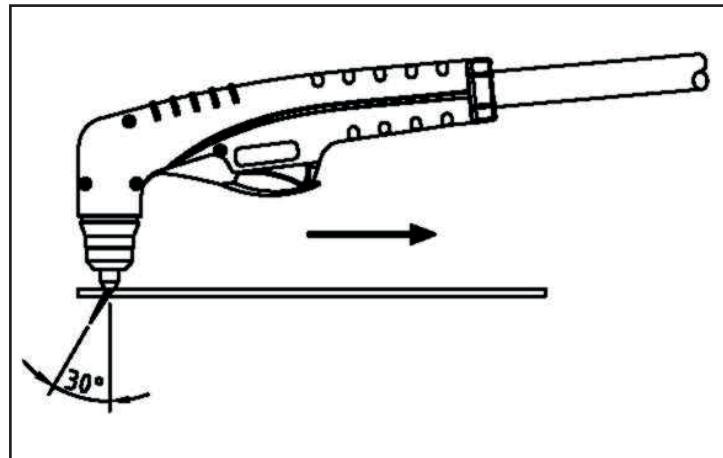

FIGURE 17
• Une fois amorcé, l'arc principal reste actif aussi longtemps que le commutateur de commande est maintenu appuyé, sauf si le chalumeau est écarté de la pièce ou que le mouvement du chalumeau est trop lent. Ne pas cesser de bouger pendant le coupage. Couper à une vitesse régulière sans pauses. Maintenir la vitesse de coupage de sorte quell'hystérésis de l'arc soit de 30° en arrière de la direction de parcours - FIG.17.